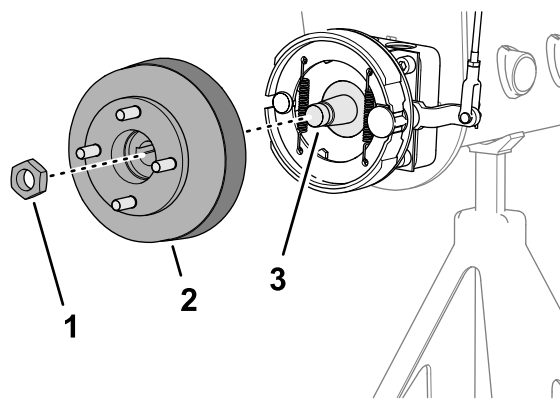
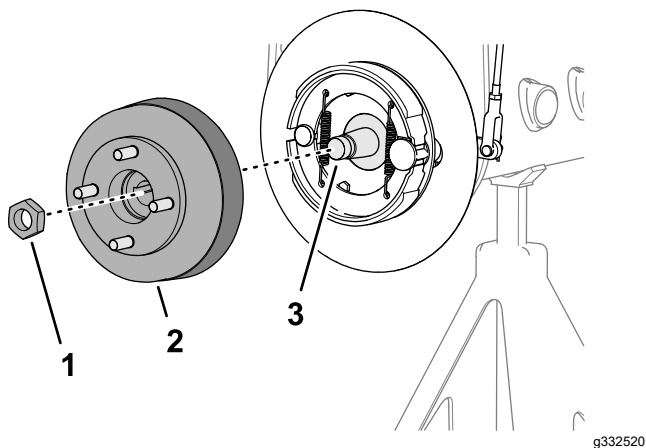

Bild 77
Bild 78
1. Entfernen Sie die Sicherungsmutter, mit der die Nabe an der Radmotorwelle befestigt ist (Bild 77 oder Bild 78).
4. Verwenden Sie den angegebenen Radnabenabzieher, um die Radnabe und die Bremstrommel von der Radmotorwelle zu entfernen (Bild 77 oder Bild 78).